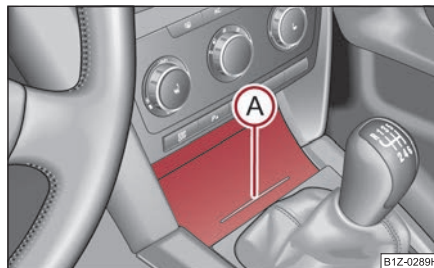

Fig. 110 Consola central: Cenicero delantero
- Presione la parte inferior de la tapa del cenicero, vea la posición (A) ⇒ página 96, fig. 110.